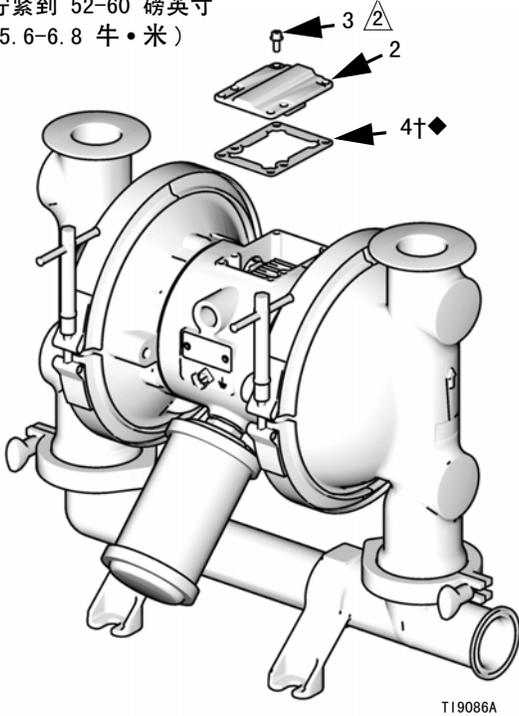

图 5
2. 用梅花头 (T20) 螺丝刀或 7 毫米 (9/32 英寸) 套筒扳手，卸下 6 个螺钉 (3)、空气阀盖 (2) 和密封垫 (4)。见图 5。
10. 将阀密封垫 (4 \dagger \blacklozenge) 和阀盖 (2) 与中心机壳 (1) 上的 6 个孔对准。使用梅花头 (T20) 螺丝刀或 7 毫米 (9/32 英寸) 套筒扳手将其用 6 个螺钉 (3) 固定。用 52-60 磅英寸 (5.6-6.8 牛·米) 的扭力拧紧。见图 5。
② 拧紧到 52-60 磅英寸